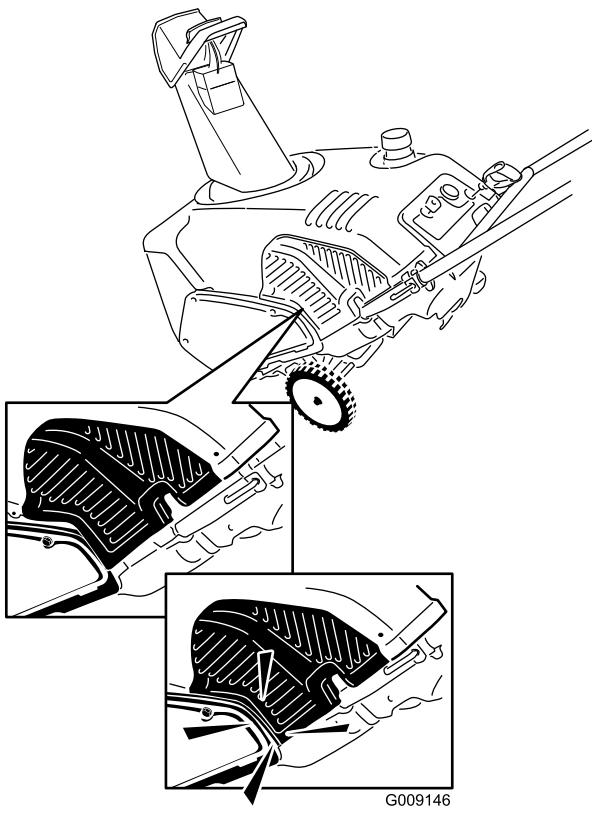

Рисунок 34
- Заведите нижний выступ ограждения за кожух ремня (Рисунок 34).